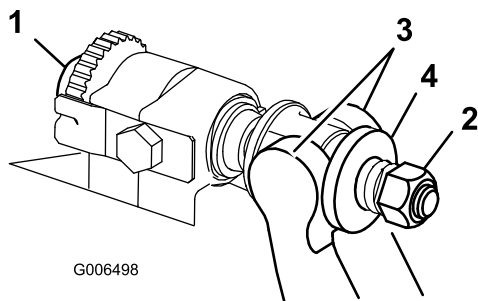

図 27
1. ベッドバー調整ねじを左に回してベッドナイフとリールの接触をなくす図 27。
2. スプリングテンション・ナットをゆるめて、ワッシャがベッドバーを全く押さないようにする図 27。